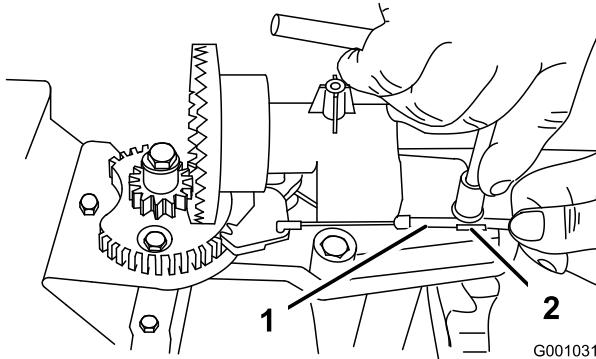
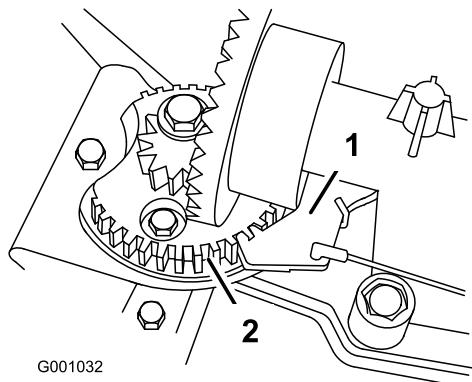

Figure 50
Figure 51
- 2. Desserrez le boulon du serre-câble (Figure 50).
- 3. Saisissez la gaine du câble et déplacez-la vers l'avant de la machine jusqu'à ce que le cliquet de verrouillage de l'éjecteur s'engage complètement dans les dents du secteur (Figure 50 et Figure 51).
Remarque: Le cliquet est rappelé par ressort et s'engage naturellement dans les dents du secteur (Figure 51).